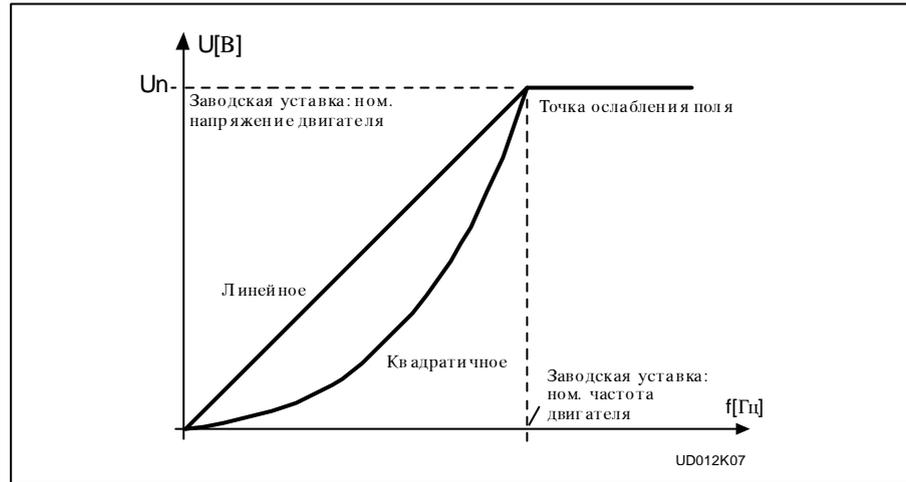

Рис. 4.4-1 Линейное и квадратичное соотношения  $U/f$ .
Линейное: Напряжение на двигателе растет линейно с увеличением частоты от 0 Гц до номинальной частоты двигателя. Номинальное напряжение подается на двигатель при номинальной частоте. См. рис. 4.4-1.
**Квадратичное:** Напряжение двигателя изменяется по квадратичной зависимости по мере возрастания частоты от 0 Гц до точки ослабления поля. В точке ослабления поля и на частотах, превышающих ее, на двигатель подается номинальное напряжение. См. рис. 4.4-1.